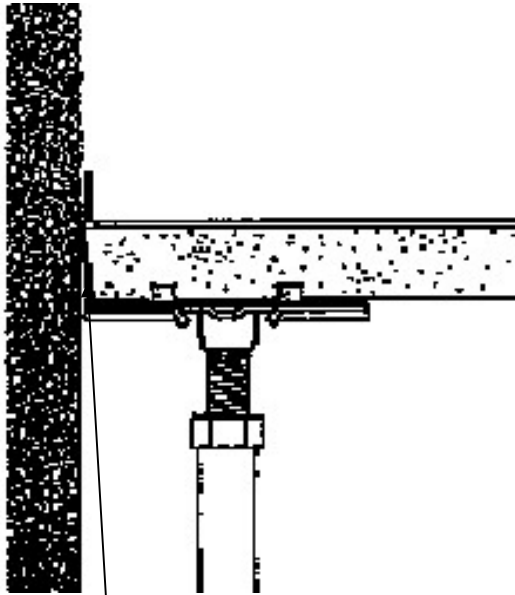
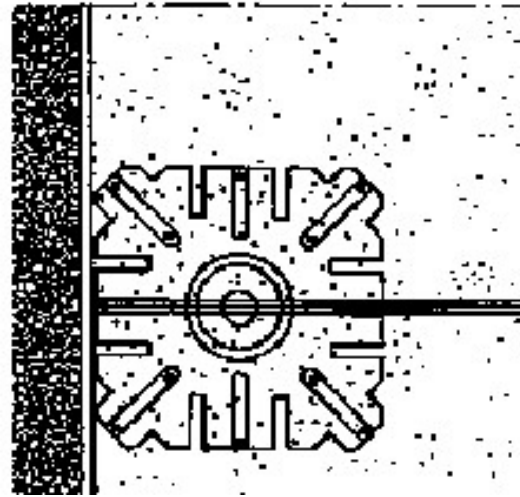

Fig. 4a
Fig. 4b
1. Jonctiunea perimetrala cu peretele (fig. 4a si fig. 4b)